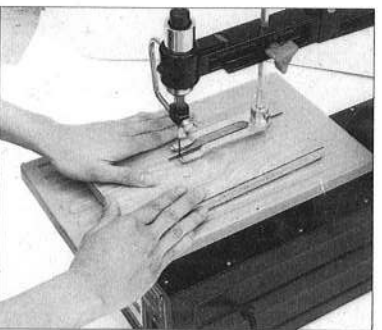

図11
- のご歯アームを本体のアームにセットして下さい。のご歯アームが上にスムーズに移動できるかたさに締めつけて下さい。(図11参照)
操作中は安全にご使用いただくため、正しい姿勢で特に手の動きにご注意下さい。(図11参照)